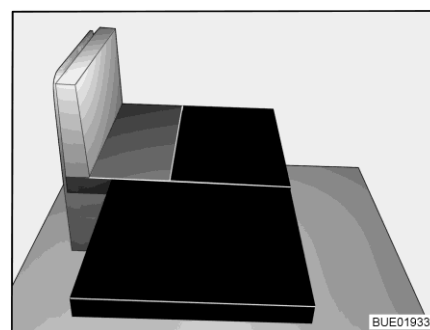

Bild 64 Efter ombyggnaden
- Placera den stora extra dynan på skivan (se Bild 64).